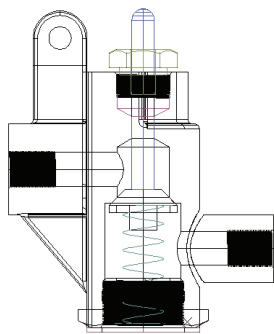

图 11-182 复制底座后的图形
3) 复制底座: 选择菜单栏中的“编辑”→“带基点复制”命令, 选取基点为 (0,0,0), 将“底座”图形复制到“手压阀装配图”的前视图中, 指定的插入点为 (0,0,0), 如图 11-182 所示。